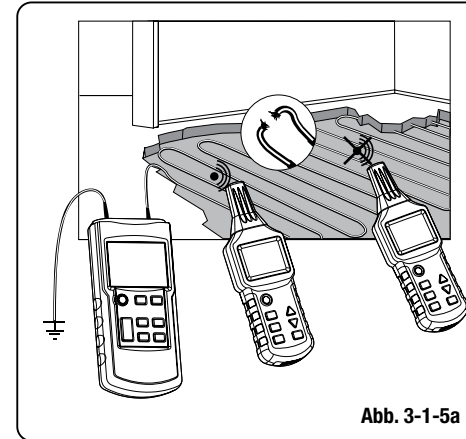

Abb. 3-1-5a
- > Alle ungenutzten Leitungen müssen wie in Abb. 3.1.5a dargestellt an die Hilfserde angeschlossen sein.